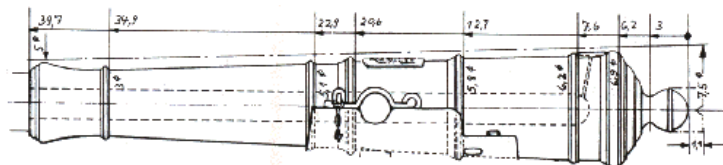

Abb. 2: Fertigungszeichnung
1. Maße festlegen (Abb. 2): Zur Ermittlung der Modellmaße (Maßstab 1:40) wurden die Zeichnungsstrecken (Maßstab 1: 12) mit 0,33 multipliziert und die Längenmaße als Kettenmaße eingetragen.
3. Anzeichnen auf einer Klein-Dreheinrichtung (Abb. 4). Hierzu wird eine Schieblehre auf das jeweilige Kettenmaß "+ x" eingestellt und am Zentrierblock angelegt. Der zweite Schnabel kratzt dann eine feine Rille in das laufende Werkstück, die mit einem spitzen Bleistift sichtbar gemacht wird (Abb. 2). Die Verstärkungsringbreiten werden jeweils zuaddiert.